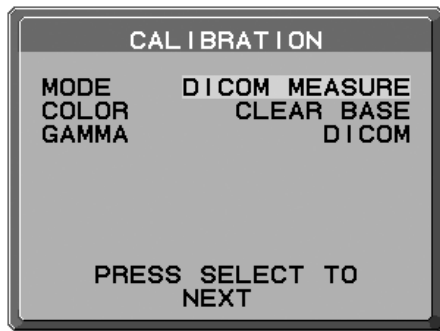

Abbildung 17
2. Wählen Sie DICOM MEASURE (DICOM MESSUNG) in der Modusauswahl (**Abbildung 17**).